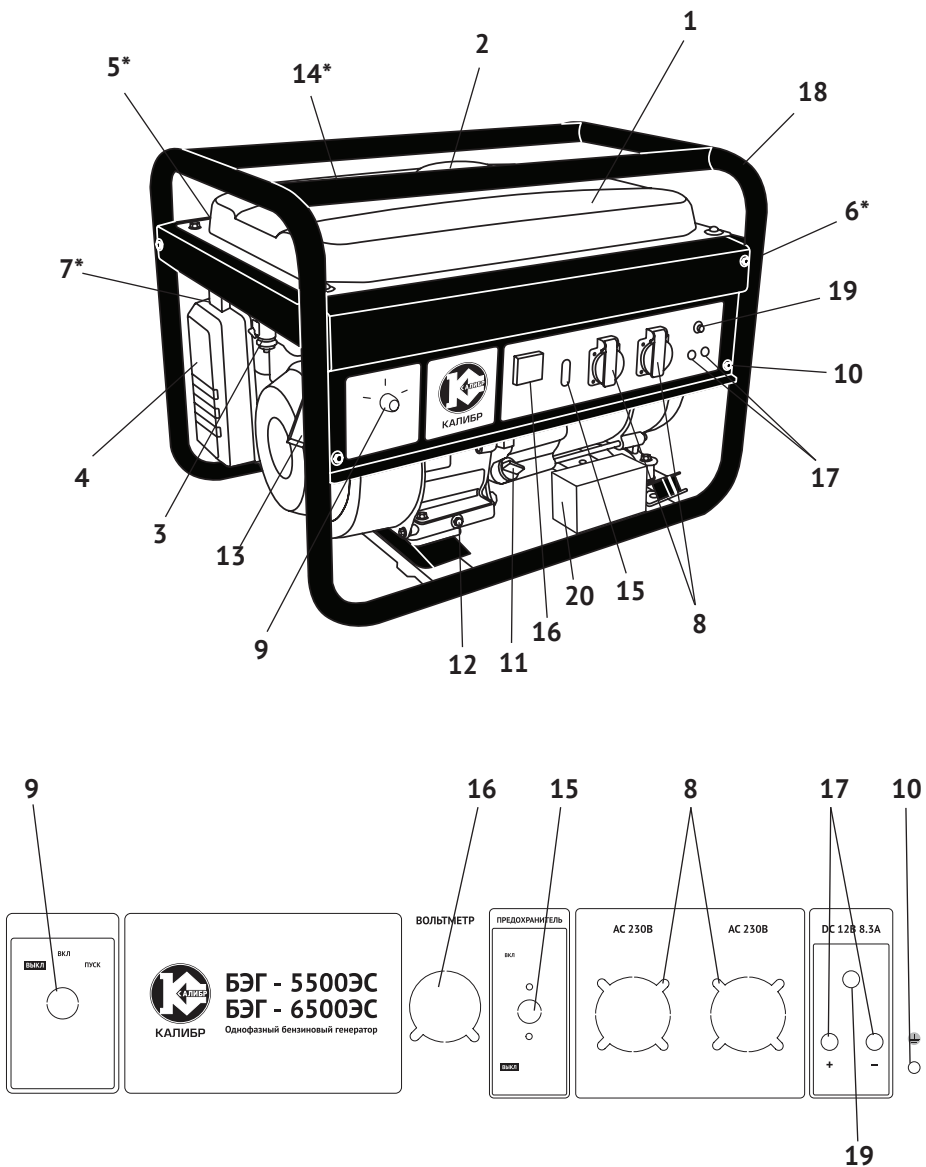

рис. 1
движениями поршня двигателя, передаёт крутящий момент на вал якоря генератора. Передача осуществляется через коническое сопряжение ротора генератора и вала двигателя. При этом образуется самоцентрирующаяся трёхопорная схема соединения. С обмоток статора генератора напряжение подводится: через систему стабилизации на розетки переменного тока (рис.1 поз.8); через выпрямительный блок на розетку постоянного тока 12 В (рис.1 поз.17).
2.4 Общий вид бензогенератора и панели управления представлен на рис.1
3.2 Бензогенератор оснащён одноцилиндровым четырёхтактным двигателем внутреннего сгорания с верхним расположением клапанов и нижним расположением коленчатого вала. Верхнее расположение клапанов снижает теплонапряжённость двигателя. При этом достигается более высокая выходная мощность в меньшем рабочем объёме при эффективном сгорании топлива. Двигатель имеет карбюраторную систему питания. Смазка осуществляется разбрызгиванием масла в картере. Пуск двигателя осуществляется или ручным тросовым возвратным стартёром или ключом замка зажигания (рис.1 поз.9) электрического стартера.
3.4 Двигатель и генератор закреплены на трубчатой раме (рис.1 поз.18) через амортизаторы, что снижает вибрацию аппарата и уменьшает уровень шума при работе. Все элементы бензогенератора имеют удобный доступ для обслуживания и ремонта.
Электрическая сеть подключения потребителей относится к системе с изолированной нейтралью, предусматривающей защитное заземление открытых токопроводящих частей корпуса. В зависимости от местных условий (состав грунта, его влажность и т.п.) изменяется качество заземления. Во всех случаях защитное заземление должно иметь сопротивление не более 4-х Ом. Во время работы бензогенератора его клемма заземления (рис.1 поз.10) должна быть подсоединена к заземлителю. Практически это требование может быть реализовано следующими способами:
Выкрутите пробку-щуп из маслозаливной горловины (рис.1 поз.11) и залейте в картер масло необходимой марки до нижнего края горловины. Вставьте сухой чистый щуп в горловину картера и выньте его. Проверьте уровень масла: граница смоченной области щупа должна располагаться между отметками минимального и максимального уровней.
5.3.1 Отключить всех потребителей переменного и постоянного тока от генератора. Перевести автоматический выключатель (рис.1 поз.15) в положение «Выкл».
- перевести ключ замка зажигания (рис.1 поз.9) в положение «Вкл»;
- открыть топливный кран (рис.1 поз.3);
- перевести рычаг управления воздушной заслонкой (рис.1 поз.7) в крайнее левое положение «закрыто» при пуске холодного двигателя (для прогретого двигателя рычаг устанавливается в промежуточном положении);
- медленно потяните рукоятку стартера (рис.1 поз.13) до появления сопротивления, затем резким движением вытяните его до конца, повторите действие ещё раз, если двигатель не завёлся.
После прогрева двигателя в течение 10-40 секунд (в зависимости от начальной температуры), перевести рычаг воздушной заслонки (рис.1 поз.7) в крайнее правое положение «открыто».
- перевести тумблер автоматического выключателя (рис.1 поз.15) в положение «ВЫКЛ.»);
- отключить потребителей электроэнергии от розеток (рис.1 поз.8);
- перевести ключ замка зажигания (рис.1 поз.9) в положение «ВЫКЛ.»;
- закрыть топливный кран (рис.1 поз.3).
- величина напряжения переменного тока измеряется вольтметром (рис.1 поз.16);